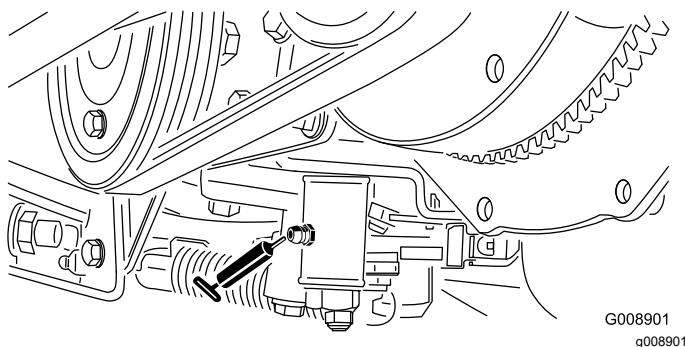

Рисунок 63
2. Поднимите заднюю часть машины, установив домкрат под задний колесный мотор (Рисунок 63).
- Механизм регулировки нейтрали (Рисунок 63)